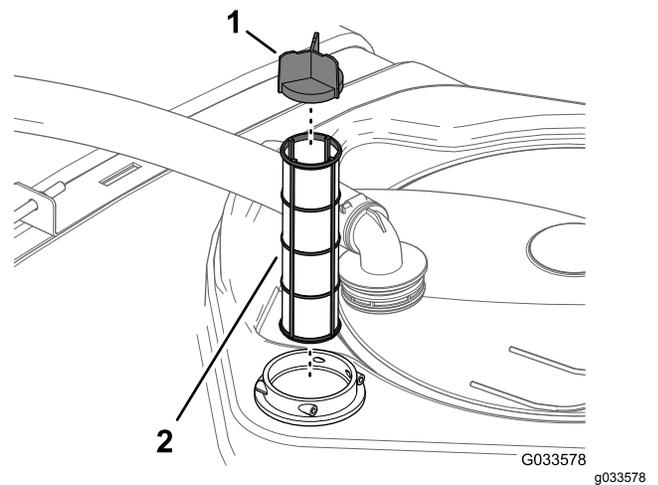

Figura 98
4. Retire el filtro de aspiración usado del alojamiento del filtro del depósito (Figura 98).